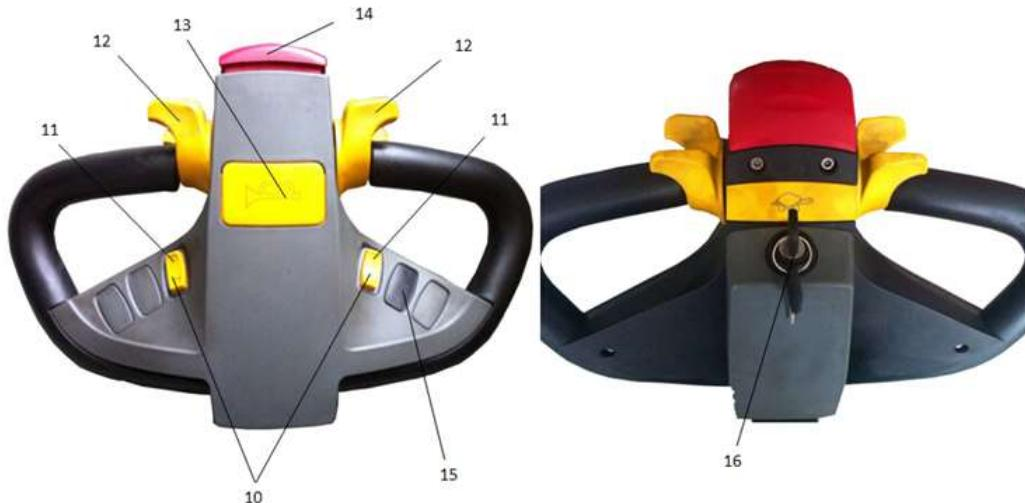
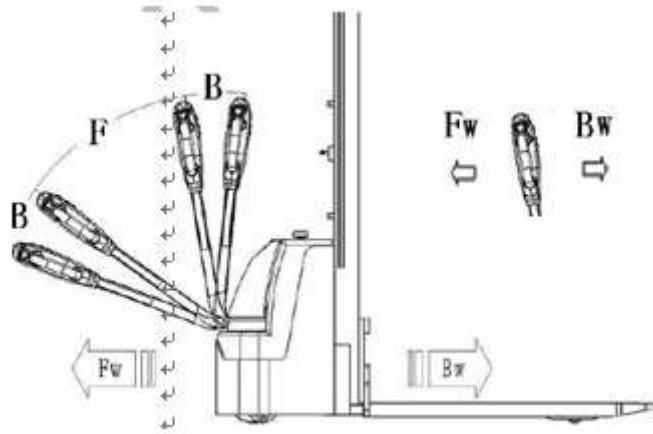

Рис. 1. Рукоятка управления
Рис. 8. Направление работы
При перемещении вилы полностью опускаются на опору с тележкой и нужно нажимать на кнопку подъема (Рис. 1, поз. 11) до тех пор, пока не будет достигнута нужная высота подъема.
Вставленный ключ поворачивается в положение «Открыто» (Рис. 1, поз. 16). Затем нужно осторожно вытянуть кнопку аварийной остановки), начать работу на штабелере. Рукоятка должна быть передвинута в зону работы (Рис. 8, «F»). Кнопку акселератора нужно повернуть в нужном направлении Вперед «Fw». Или в обратном направлении «Bw» (Рис. 11). Нужно осторожно передвинуть кнопку акселератора (12), чтобы регулировать скорость перемещения, пока скорость не достигнет нужной величины.